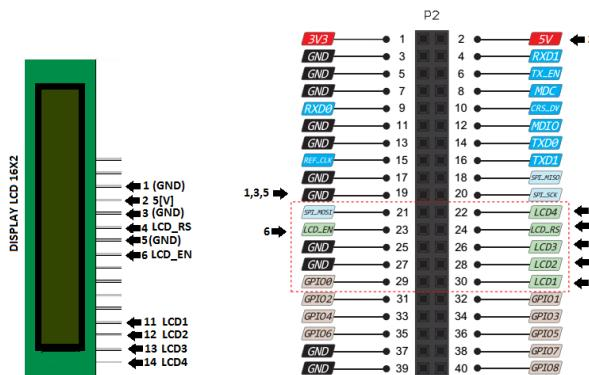

Figura 38: Diagrama esquemático de conexión display LCD 16x2
- **Paso 3:** Sobre la Figura 38 se ilustra el diagrama esquemático para el conexionado del Display sobre la placa.